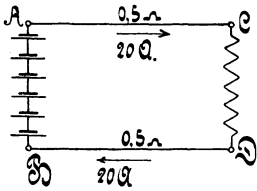

Abb. 6.
53. Text wie 51, nur ist $E_k = 10$ [100] (200) V, $J = 4$ [15] (40) A.
54. An den Klemmen A und B (Abb. 6) einer Batterie von hintereinander geschalteten Elementen herrscht eine Spannung von 65 [110] (220) V. Durch den Nutzwiderstand CD fließen 20 [30] (8) A. Welche Spannung besteht zwischen den Punkten C und D , wenn jeder der beiden Zuleitungsdrähte AC und BD 0,5 [0,3] (2) Ω Widerstand besitzen?
55. Der Nutzwiderstand CD (Abb. 6) besteht aus einer Anzahl von Lampen, die insgesamt 15 [12] (8) A verbrauchen. Die Widerstände der Zuleitungen AC und BD betragen zusammen 0,2 [0,3] (0,5) Ω . Welche Spannung herrscht zwischen C und D , wenn die Klemmenspannung der Stromquelle 67 [113,6] (120) V beträgt?
56. Fünf Bunsenelemente (Abb. 6) von je 1,8 [1,85] (1,78) V elektromotorischer Kraft und 0,2 [0,25] (0,15) Ω innerem Widerstande sind hintereinander geschaltet. Der äußere Stromkreis besteht aus den beiden Zuleitungsdrähten AC und BD von je 0,08 [0,05] (0,09) Ω und dem Nutzwiderstande CD (parallel geschaltete Glühlampen) von 3 [4,5] (2,5) Ω .